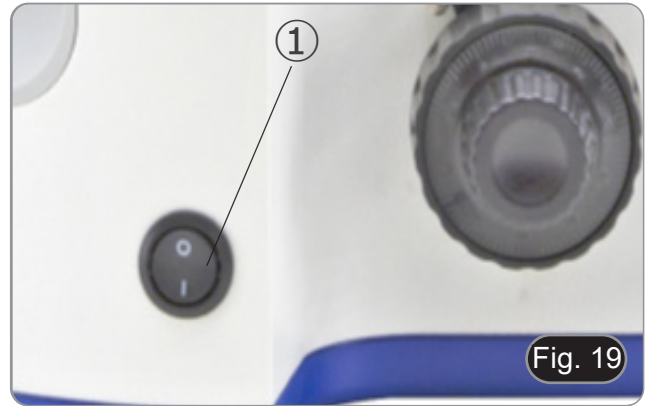

Fig. 19
Per attivare l'illuminatore in luce trasmessa portare l'interruttore principale ①, posto sul lato sinistro dello stativo, nella posizione "1". (Fig. 19)